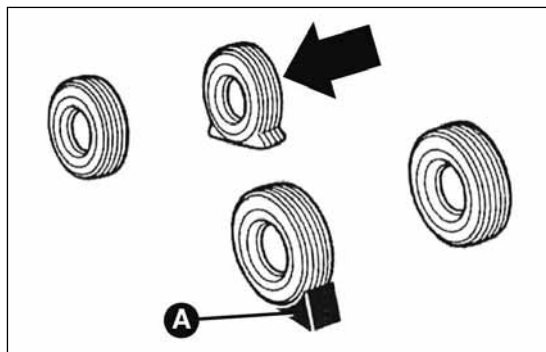

fig. 149
- ☐ colocar la cuña en la parte trasera, en la rueda diagonalmente opuesta a la que se desea sustituir (ver fig. 149) para prevenir movimientos del vehículo cuando esté levantado;